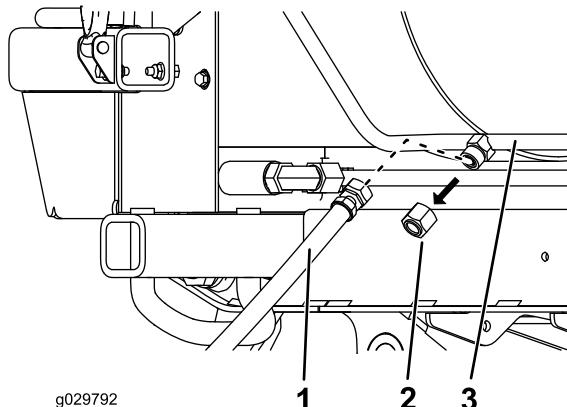

Figura 15
- A. Rimuovete il tappo dalla tubazione rigida del flessibile di ritorno del radiatore dell'olio (Figura 15).
- B. Avvitate il tubo flessibile corto alla tubazione rigida (Figura 15).